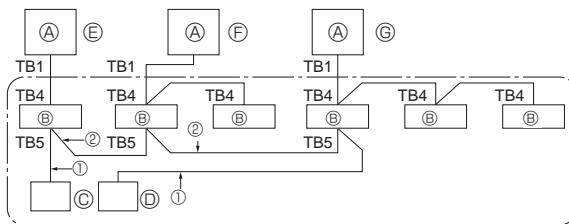

Fig. 10-1
- ① Tilslut strøm (hovedafbryder).
- ② Efter at gasstopventilen er lukket, sættes SWP-kontakten på kontrolpanelet på udendørs enheden til ON. Kompressoren (udendørs enhed) og ventilatorerne (indendørs og udendørs enhed) starter og opsamlingen af kølemidlet begynder. LED1 og LED2 på kontrolpanelet på udendørs enheden er tændt.
- ③ Sæt kun SWP-kontakten (trykknop-type) til ON, hvis enheden er stoppet. Imidlertid kan kølemiddel opsamlingen ikke gennemføres, selvom enheden er stoppet og SWP-kontakten sættes til ON mindre end tre minutter efter at kompressoren stopper. Vent til kompressoren har været stoppet i tre minutter og sæt derefter SWP-kontakten til ON igen.
③ Fordi enheden automatisk stopper i løbet af ca. to til tre minutter efter afslutningen af kølemiddel opsamlingen (LED1 og LED2 er tændt), skal det sikres, at gasstopventilen lukkes hurtigt. Når LED1 og LED 2 er tændt og udendørs enheden er stoppet, skal væskestopventilen åbnes helt, hvorefter trin ② gentages efter tre minutter.
- ④ Afbryd strømmen (hovedafbryder).
10. Systemkontrol (Fig. 10-1)